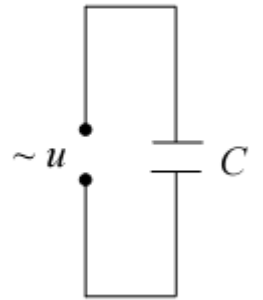

Рис.10. Цепь переменного тока с идеальной ёмкостью.
Рассмотрим электрическую цепь на рис. 10. Будем считать, что емкость в цепи является идеальной, т. е. $R=0, L=0$. Пусть напряжение в цепи меняется по закону:
Уравнение (31) позволяет определить амплитуду результирующего тока I_m , сдвиг фаз между током в цепи и изменением внешней ЭДС, а также полное сопротивление цепи Z , изображенной на рис. 10.
электрической цепи или **импедансом** $[Z] = \text{Ом}$. Сдвиг фаз φ между внешней ЭДС генератора и силой тока i можно найти из векторной диаграммы рис. 10:
3. Что называется действующим значением напряжения, тока, ЭДС? Каковы эти значения при синусоидальном токе? Выведите формулу (7) для действующих значений.
5. Из рисунка 4 выведите формулу (14) для сложения гармонических колебаний. Объясните построение векторной диаграммы.
8. Рассмотрите цепь на рис. 10 и выведите закон Ома для нее.
9. Что называется импедансом электрической цепи? Что произойдет, если при некоторой частоте генератора ω_0 в электрической цепи рис. 10 значения индуктивного и емкостного сопротивлений сравняются по величине? Изобразите этот случай на векторной диаграмме.